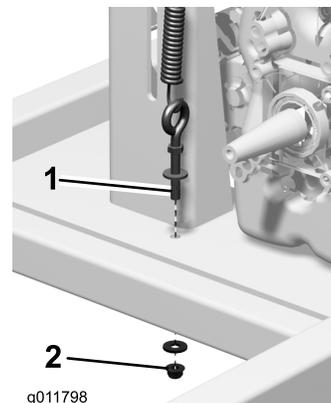

Рисунок 56
- A. Ослабьте нижнюю гайку рым-болта и отвинтите ее до конца болта (Рисунок 56).